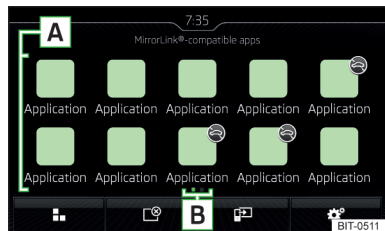

Fig. 222
- Seleccionar en el menú principal la conexión MirrorLink® la aplicación deseada en el área A » fig. 222 de la pág. 186.
- Pulsar en el menú principal de la conexión MirrorLink® la superficie funcional ☞ » fig. 222 de la pág. 186, se visualiza la última aplicación visualizada.
Si se quiere visualizar otra aplicación, entonces se debe pulsar en el menú principal la conexión MirrorLink® la superficie funcional de la aplicación deseada A » fig. 222 de la pág. 186.